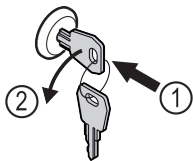

Fig. 162
- ▶ Вдавити ключ. Fig. 162 (1)
- ▶ Повернути ключ на 90° проти годинникової стрілки. Fig. 162 (2)